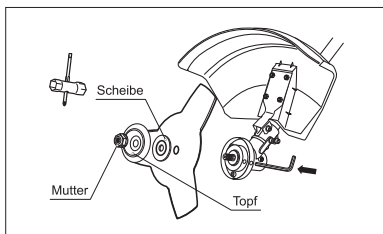

fig. 7
1. Richten Sie die Bohrung in der Flanschscheibe mit der Bohrung im Getriebetopf aus (Abb. 7). Eine metallische Stopfenstange in die Getriebetopfbohrung und in die Flanschscheibenbohrung einsetzen.
6. Halten Sie die Stopfenstange mit einer Hand fest und ziehen Sie die Mutter mit einem Rohrschlüssel (mitgeliefert) fest und drehen Sie ihn gegen den Uhrzeigersinn (Abb. 7).